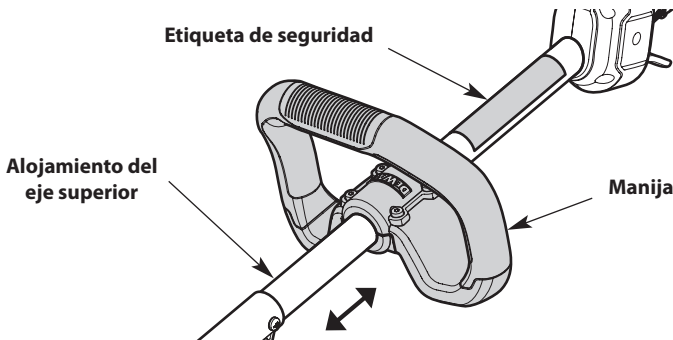

Fig. 5
5. Mantenga la unidad en la posición de funcionamiento (Fig. 13). Mueva la manija hacia arriba o abajo del alojamiento del eje superior hasta que esté en una posición cómoda (Fig. 5). Compruebe que la manija esté ubicada más allá del extremo de la etiqueta de seguridad (Fig. 5).
2. Mantenga la unidad en la posición de funcionamiento (Fig. 13). Mueva la manija hacia arriba o abajo del alojamiento del eje superior hasta que esté en una posición cómoda (Fig. 5). Compruebe que la manija esté ubicada más allá del extremo de la etiqueta de seguridad (Fig. 5).